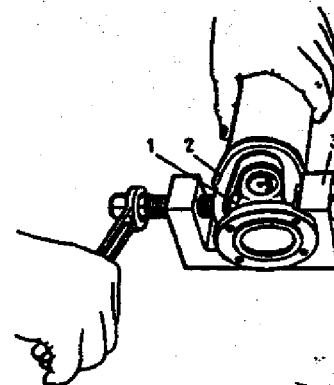

Fig. 3-44. Remoção dos rolamentos: 1 - rolamento de agulhas; 2 - garfo da junta universal; 3 - extrator 67.7823-9522.
- remover os rolamentos das cruzetas, utilizando-se do extrator 67.7823-9522 (fig. 3-44).